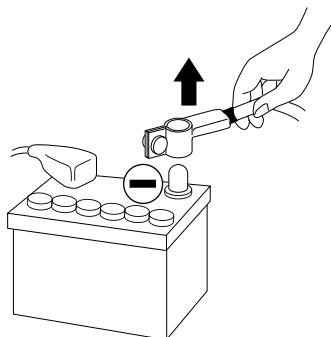

fig. 1
- **Avant d'entamer l'installation, déconnecter la borne négative de la batterie pour éviter tout risque de blessure, d'incendie ou d'endommagement du matériel. (fig. 1)**
- 2 - Débrancher le fil négatif de la batterie avant de commencer l'installation (fig.1)
Avant de débiter la phase de connexion, s'assurer de retirer la borne négative (-) de la batterie du véhicule (fig. 1).